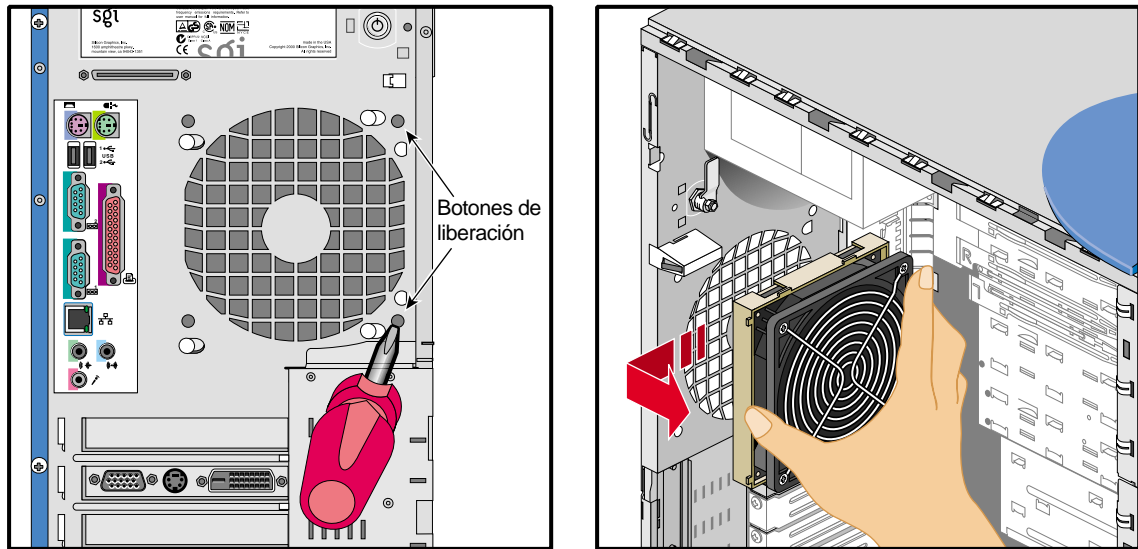

Figura 2-12 Desenganche de los botones de liberación y extracción del ventilador posterior
4. Localice los dos botones de sujeción del ventilador en la parte trasera del panel posterior, como se muestra en la Figura 2-12.
5. Con una herramienta en punta (como un destornillador Phillips), presione sobre uno de los botones de liberación mientras tira del ventilador hacia arriba hasta que el botón de liberación se suelte de la muesca. Mantenga la presión ascendente sobre el ventilador y presione el segundo botón hasta que pueda retirar el ventilador del chasis. En la Figura 2-12 se muestra este procedimiento.